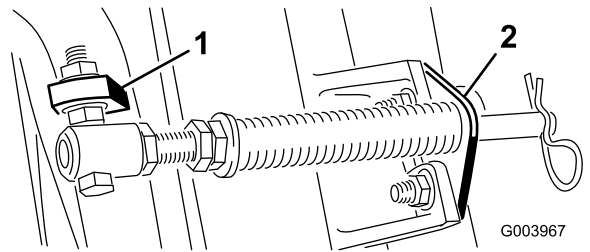
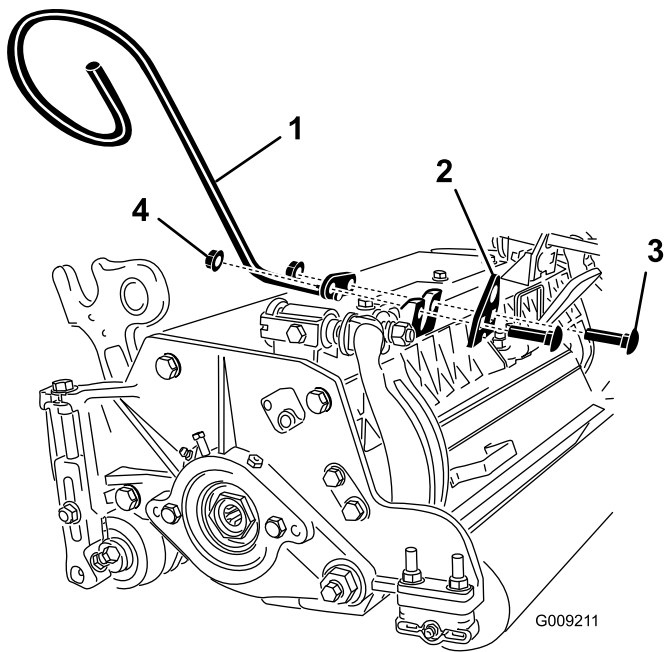

図 6
図 8
D. カuttingユニットのタブにロッド・ブラケットを取り付け、キャリッジ・ボルト2本とナットで固定する (図 6)。また、ロッド・ブラケットの再取り付けを行うときに、#4 (左前) Cuttingユニットで、ユニットのタブの前に、左ホースガイドを取り付ける (図 8)。
C. スプリング・チューブのボルトを、反対側のキャリア・フレームのタブに取り付け、フランジ・ナットで固定する。図 6に示すように、ボルトの頭部がタブの外側を向くように取り付けること。